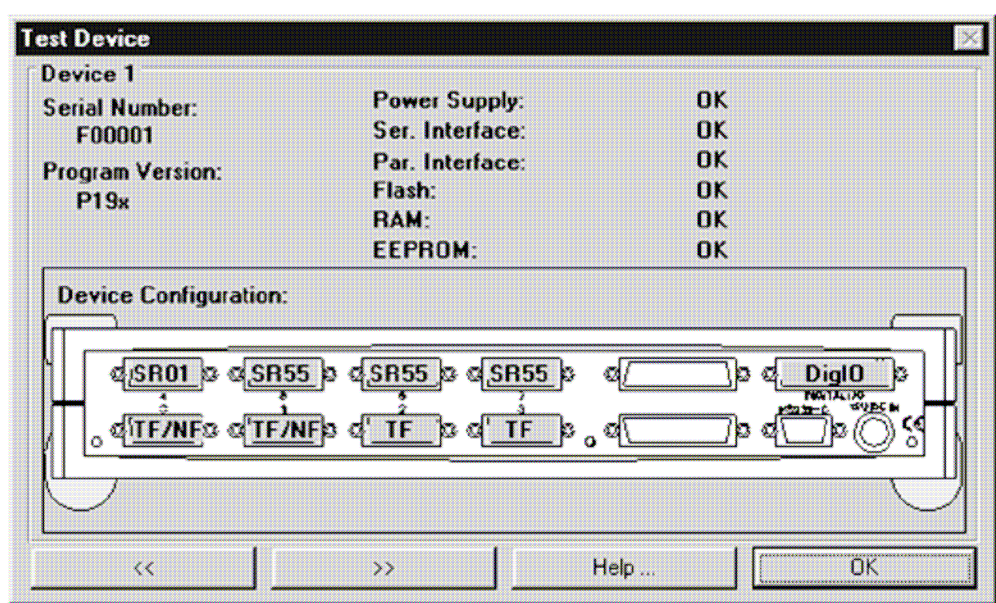

Figura 56: Informações sobre o dispositivo fornecidas pela função **Test Device**.
- **Test Device** – uma nova janela com o *status* sobre alguns elementos dos Spider8 que estão conectados são mostrados, bem como os tipos de módulos instalados em cada canal (figura 56). Para retornar ao programa, clicar **OK**.